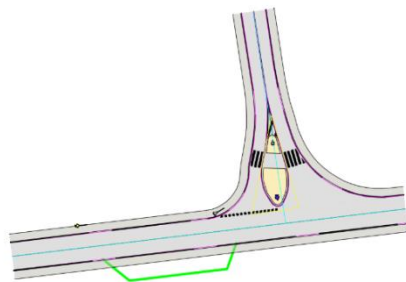
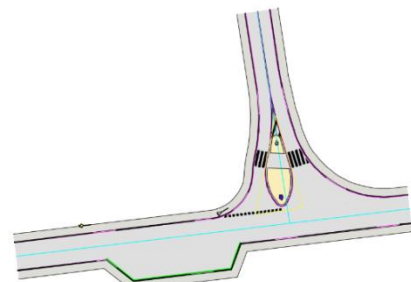

Figure 8: Polyligne à intégrer dans le marquage du carrefour
Figure 9: Polyligne intégrée dans le marquage du carrefour
- [3] et [3'] une polyligne à intégrer dans la construction du marquage à gauche ou à droite (voir Figure 8 et Figure 9)